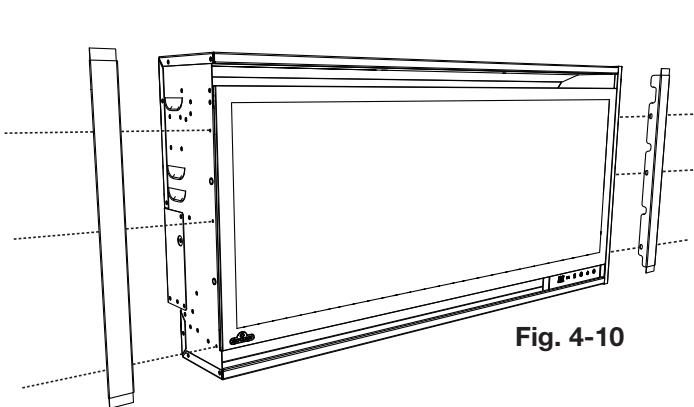

Fig. 4-10
1. Installez les garnitures gauche et droite, et fixez avec les attaches (**Fig. 4-10**).